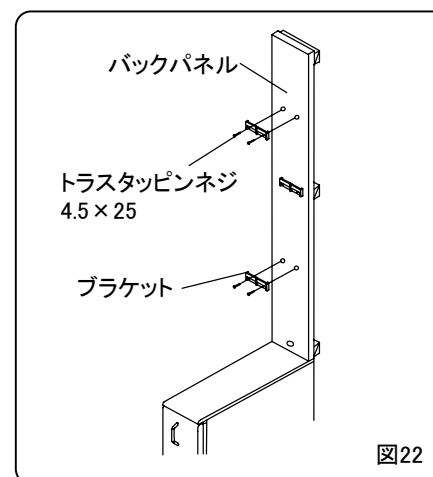

図22
- ⑤残りのバックパネルの穴にブラケットの突起部を合わせネジ(トラスタッピンネジ4.5×25)でそれぞれバックパネルへ固定してください。(図22)
- ⑥ポケット(3個)の裏側にあるリブをブラケットの溝に合わせて押し下げてください。